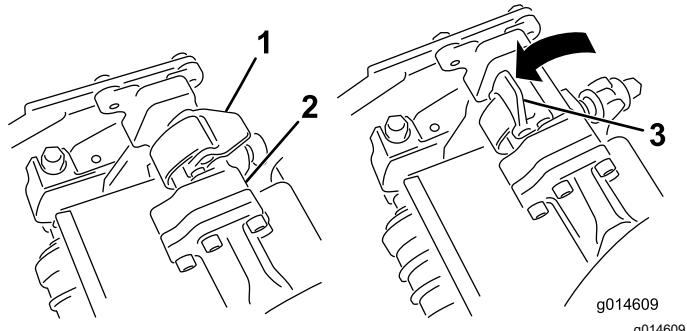

Bild 48
3. Die Riegel an der Aufhängearmstange müssen nach oben zeigen (d. h. offen) (Bild 48); drücken Sie den Aufhängearm dann so nach unten, dass die Stange über die Stange an der Oberseite der Schneideeinheit passt (Bild 49).
4. Drücken Sie die Riegel nach unten um die Schneideeinheitstange herum und arretieren sie (Bild 48).
4. Öffnen Sie die Riegel an der Aufhängearmstange der Schneideeinheit, die Sie entfernen möchten (Bild 48).